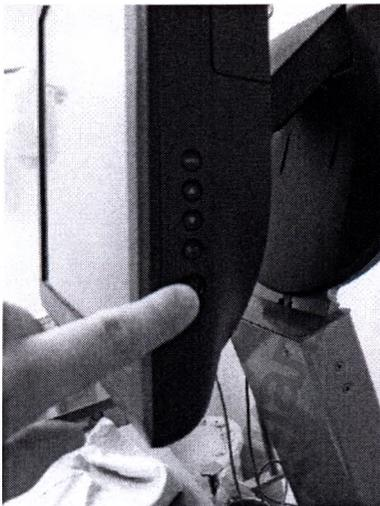
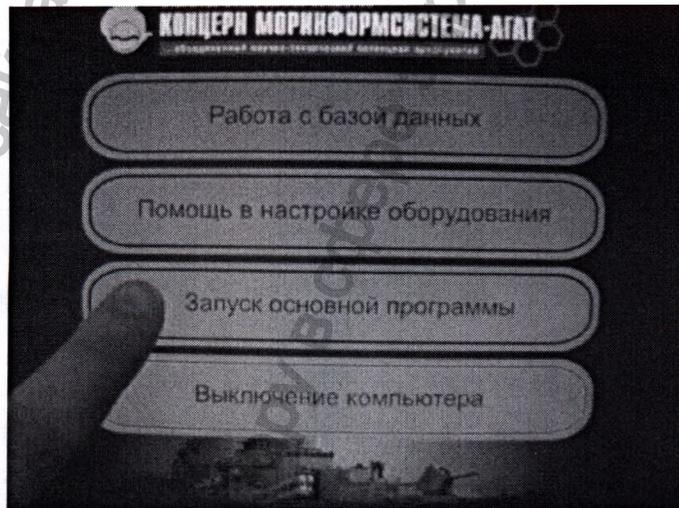
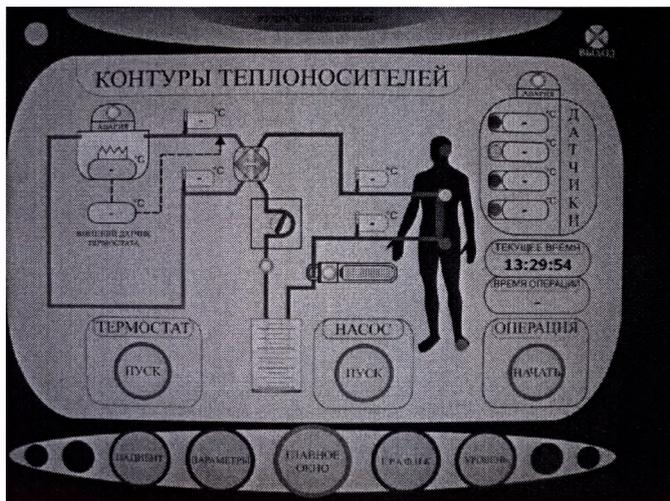

Рис.7.3.
Рис.7.4.
Рис.7.7.
3. Включите ЭВМ (рис. 7.3.). В основном меню выберите пункт «Запуск основной программы» (рис. 7.4.). Программа проверит правильность подключения всех систем (рис. 7.5.). Если система выдаст сообщение о том, что одно из устройств не найдено, следует проверить, включено ли данное устройство. Нажмите кнопку «Далее». На экране появится главное окно основной программы (рис. 7.7.).
1. Убедитесь, что трубки термостата подключены к теплообменнику одноразового комплекта, после чего запустите термостат при помощи кнопки «Пуск» на главном экране программы (рис. 7.7.)